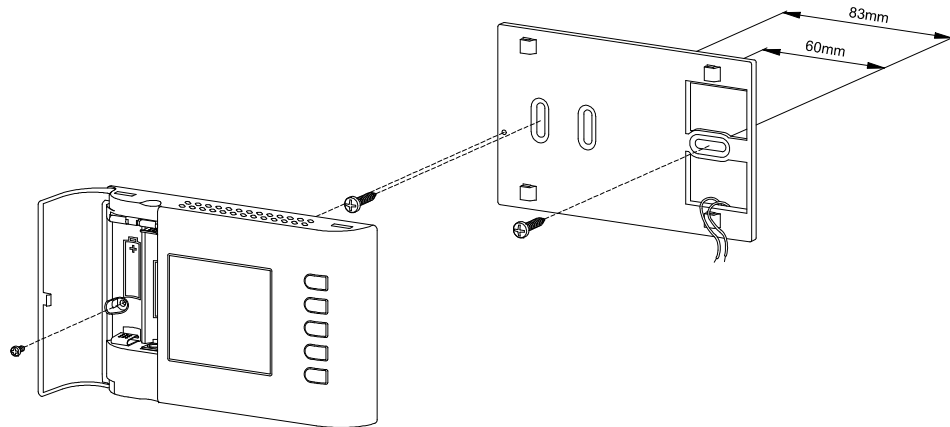
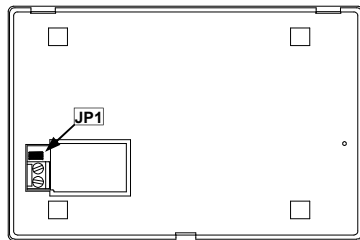
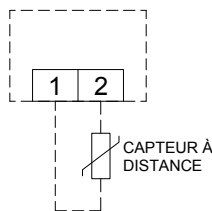

Fig. 2
Fig. 4
Fig. 5
- Effectuer le branchement électrique de l'éventuelle sonde à distance, en faisant passer les fils à travers l'ouverture rectangulaire de la plaque murale (Fig. 2), en suivant le schéma de branchement de la Fig. 5. Lire le paragraphe 'CONFIGURATION DE L'INSTALLATEUR' pour l'enlèvement éventuel du fil de raccordement JP1 (Fig. 4).